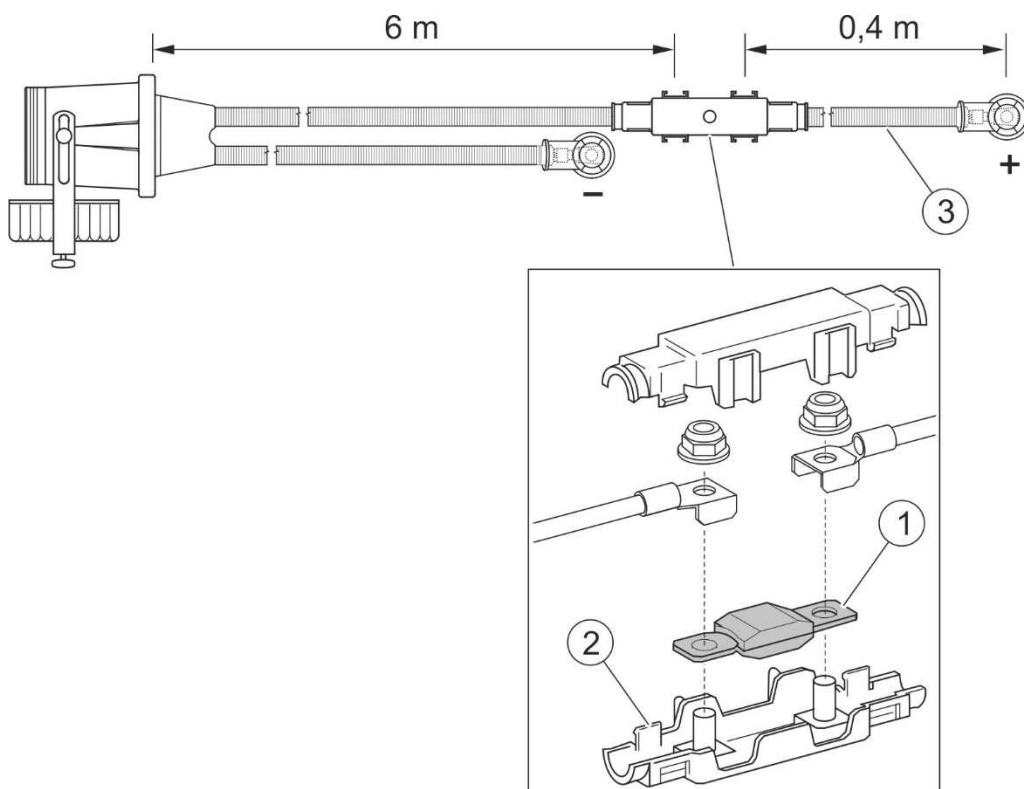

РИСУНОК 5.10 Предохранитель пучка питания (версия снегоотвала с собственной питающей гидравлической системой Power-Pack).
(1) - предохранитель 175A MEGAVAL; (2) - корпус предохранителя; (3) - кабель питания на транспортном средстве с силовым разъемом.
На пучке (3) (РИСУНОК 5.10) питания электрической системой снегоотвала с собственной питающей гидравлической системой Power-Pack имеется предохранитель (1) 175A MEGAVAL. Чтобы заменить предохранитель, нужно отвинтить крепежные гайки внутри корпуса предохранителя (2).